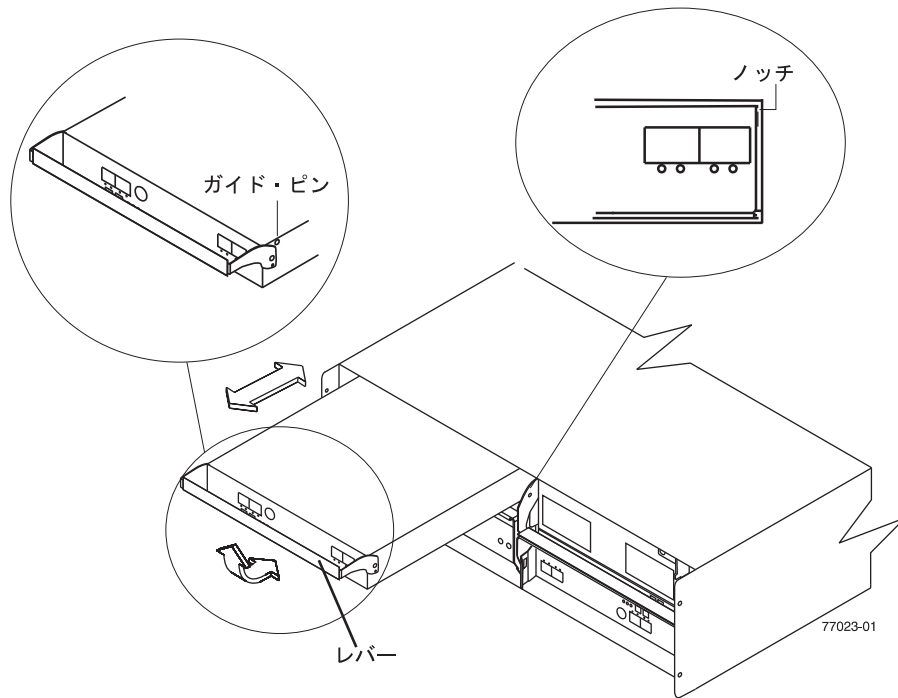

図 37. 環境サービス・モジュール (ESM) の取り外しと交換
8. ラッチを締めながら、レバーを 90° (レバーが水平になるように) 引き開けます。レバーをシャーシから引き離し、図 37 に示すように ESM を EXP395 ミッドプレーンから取り外します。
- b. ゆっくりとレバーを EXP395 シャーシから引き離し、100 ページの図 37 に示すように ESM を ESM ベイから取り外します。(ESM をシャーシから取り外し、静電気の放電 (ESD) から保護された面に置きます。)